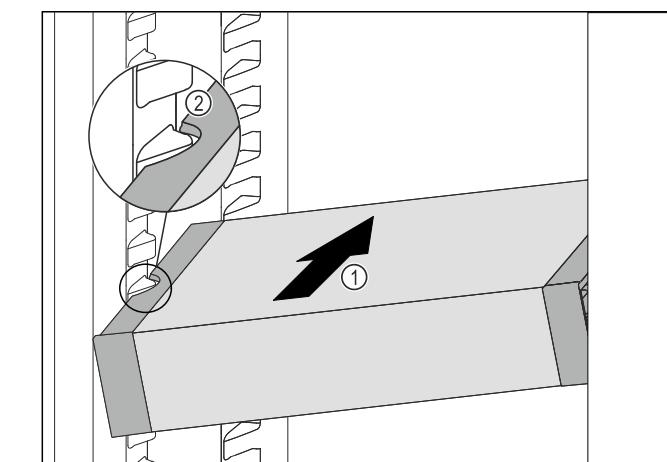

Fig. 59
- Вставити VarioSafe під кутом в охолоджувальне відділення Fig. 59 (1), доки бокові поглиблення Fig. 59 (2) VarioSafe не будуть на рівні ребра для резервуара в охолоджувальному відділенні.